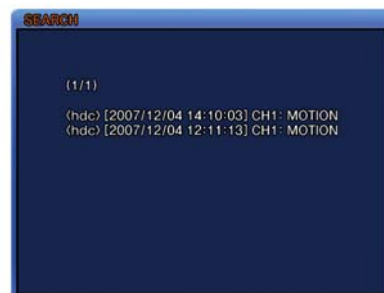

Figura 2.
- ② Pressione o botão SEARCH e selecione ARCHIVE para exibir o calendário. Selecione uma data desejada e pressione o botão ENTER para exibir a figura 2.